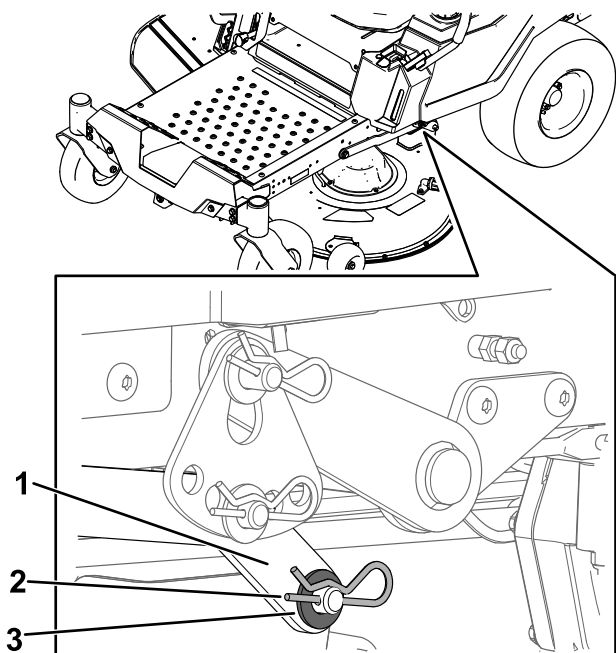

Figura 73
6. En un lado de la máquina, retire la arandela y la chaveta del pasador de la carcasa (Figura 73).
7. Retire el brazo de elevación del pasador de la carcasa (Figura 73).
5. En un lado de la máquina, eleve la parte trasera de la carcasa de corte e instale el brazo de elevación en el pasador de la carcasa (Figura 73).
6. Instale el brazo de elevación con la arandela y la chaveta (Figura 73).